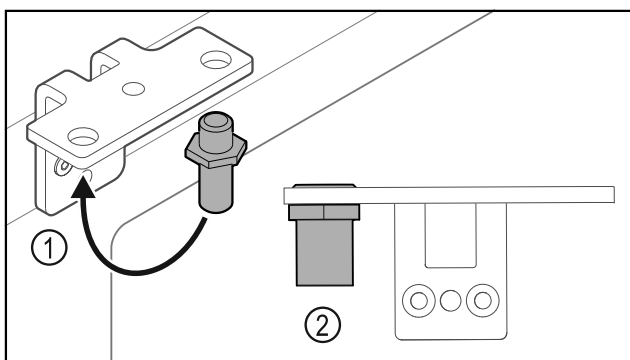

Fig. 35
- ▶ Mutați bolțul Fig. 35 (1) în colțarul balamalei.
- ▶ Strângeți bolțul Fig. 35 (2) cu **cuplul de 12 Nm**.